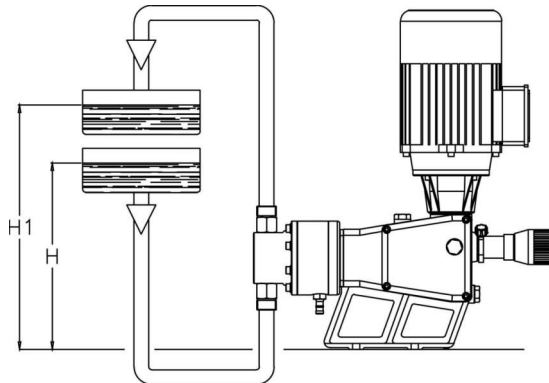

Fig. 9 - instalación ideal
- tramo de aspiración pequeño (Ref. H - Fig. 9)
- tramo de impulsión mayor que el tramo de aspiración (Ref. H1 - Fig. 9)